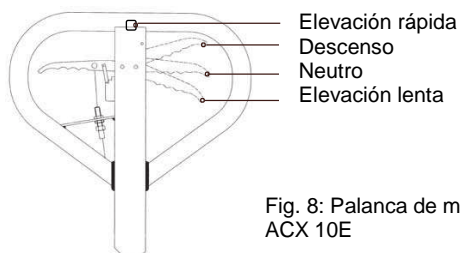

Fig. 8: Palanca de mando
En caso necesario, ajustar la palanca de mando tal como se describe a continuación (fig. 8):
- Si la empuñadura de mando se encuentra en la posición “Descenso” y las horquillas no se mueven hacia abajo, girar la tuerca de ajuste en sentido horario hasta que se produce el efecto que corresponde a la posición de la empuñadura. A continuación, comprobar la posición “Neutra” según la fig. 8 y asegurarse de que la posición de la tuerca de ajuste sea correcta.